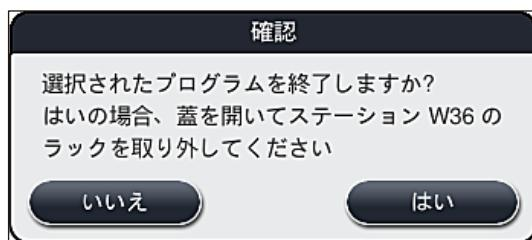

図 89
5. 続けて表示される情報メッセージ（→「図89」）に対し、「はい」ボタンを選択して、プログラムの中止を確定します。「いいえ」を選択すると、プロセスステータス表示に戻ります。
表示されるメッセージ（→「図89」）をよく読み、必ず指示にしたがってください。